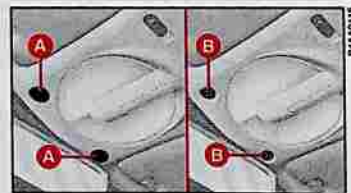

fig. 23
- 1) Enlever les capuchons en plastique A-fig. 23.